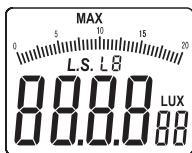

Figura 4
- Mantenga pulsada la tecla "MAX/MIN" durante un breve periodo de tiempo. En la parte superior de la pantalla aparecerá el mensaje "MAX" (tal como se muestra en la figura 4).